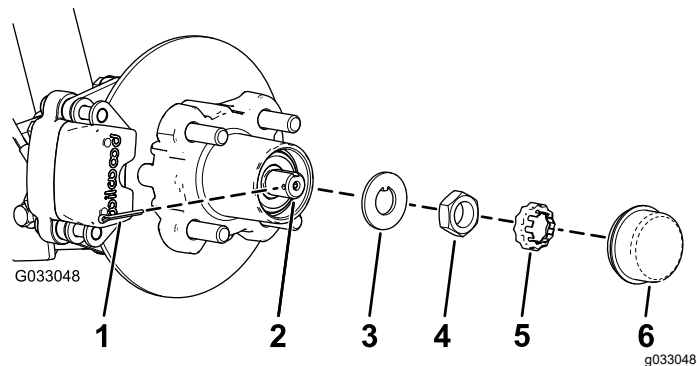

Figura 27
4. Retire o tampão antipoeira do cubo (Figura 27).
5. Retire o contrapino e o retentor da porca do eixo e porca do eixo (Figura 27).
6. Retire a porca do eixo do eixo e afaste o conjunto do cubo e o rotor do eixo (Figura 27 e Figura 28).